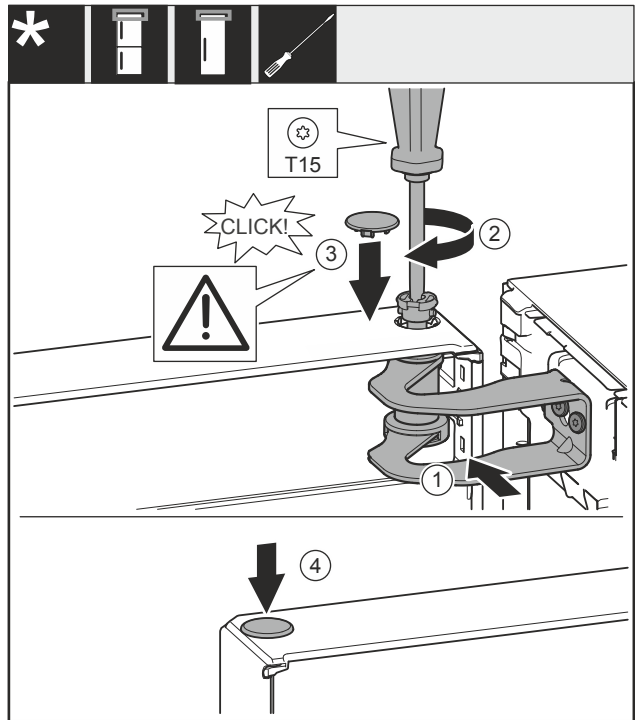

Fig. 22
- ▶ 将冰箱门对准托架 Fig. 22 (1)中的开口。
- ▶ 放入螺栓 Fig. 22 (2)并用螺丝刀拧紧。
- ▶ 装入盖板 Fig. 22 (3)。
- ▶ 检查盖板 Fig. 22 (3)是否紧贴在冰箱门上。
- ▶ 装入盖板 Fig. 22 (4)。